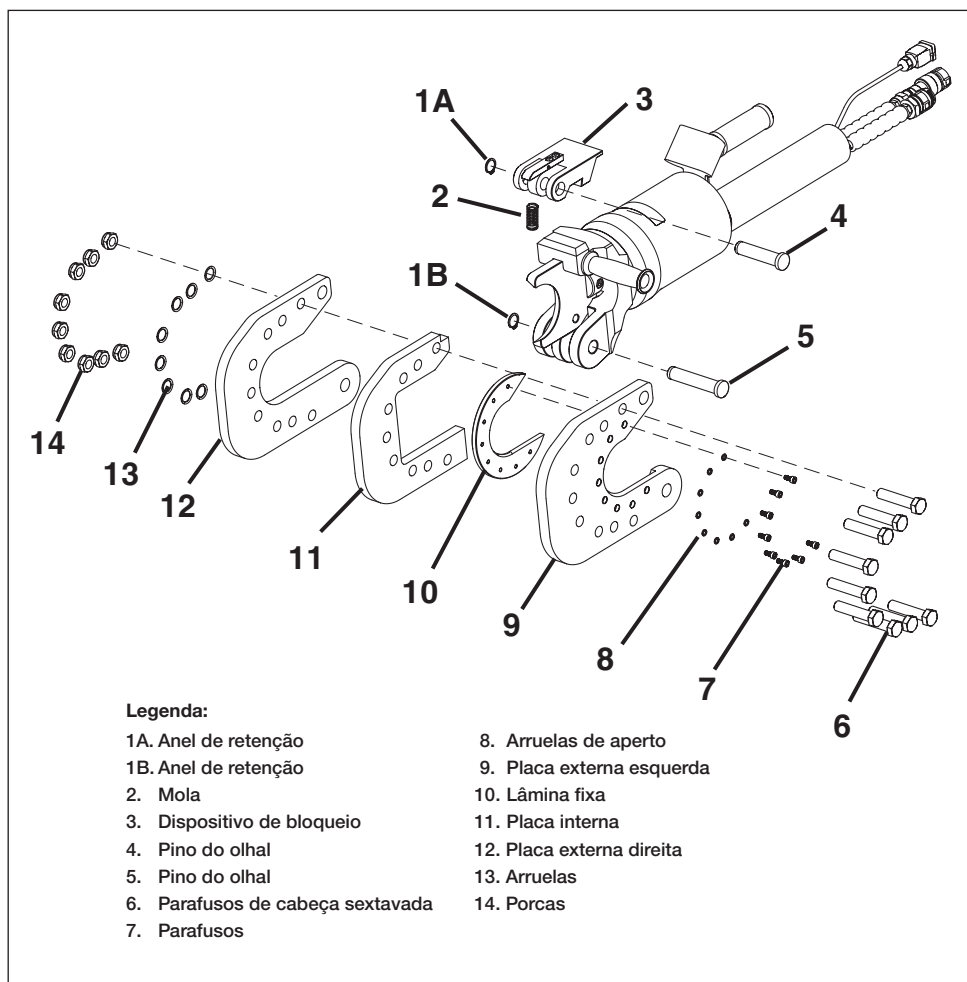

Figura 12, substituição da lâmina fixa (modelo EWCH90 mostrado, EWCH140 semelhante)
Troque a lâmina fixa conforme descrito nos passos seguintes. Veja a Figura 12.
6. Remova o anel de retenção (Figura 12, item 1B). Remova o pino do olhal (Figura 12, item 5) e do cabeçote de corte (Figura 12, itens 6-14).
7. Para o modelo EWCH90, remova os nove parafusos (Figura 12, item 6), arruelas (Figura 12, item 13) e porcas (Figura 12, item 14). Para o modelo EWCH140, remova os seis parafusos de cabeça de soquete, arruelas e porcas.
8. Separe a placa externa do lado esquerdo (Figura 12, item 9), placa interna (Figura 12, item 11) e placa externa do lado direito (Figura 12, item 12).
9. Para o modelo EWCH90, remova os oito parafusos da lâmina fixa (Figura 12, item 7), arruelas (Figura 12, item 8) e remova a lâmina fixa (Figura 12, item 10). Para o modelo EWCH140 remova os sete parafusos de lâmina fixa e arruelas e remova a lâmina.
10. Para o modelo EWCH90, instale a nova lâmina fixa (Figura 12, item 10) na placa externa do lado esquerdo (Figura 12, item 9) com os oito parafusos de lâmina fixa (Figura 12, item 7) e as arruelas de travamento (Figura 12, item 8) e dê torque a 10 Nm [91 in-lb]. Também aplique Loctite 243 ou equivalente.
11. Para o modelo EWCH140, instale a nova lâmina fixa (Figura 12, item 10) na placa externa do lado esquerdo (Figura 12, item 9) com os sete parafusos de lâmina fixa (Figura 12, item 7) e as arruelas de travamento (Figura 12, item 8) e dê torque a 25 Nm [18 ft-lb]. Também aplique Loctite 243 ou equivalente.
12. Monte a placa externa do lado esquerdo (Figura 12, item 9), placa interna (Figura 12, item 11) e a placa externa do lado direito (Figura 12, item 12) usando os nove parafusos (Figura 12, item 6), arruelas (Figura 12, item 13) e porcas (Figura 12, item 14) para o modelo EWCH90 e seis parafusos de soquete, arruelas e porcas para o modelo EWCH140. Aplique torque a 211 Nm [155 ft-lb]. Também aplique Loctite 243 ou equivalente.
13. Anexe a cabeça de corte (Figura 12, itens 6-14) ao corpo da ferramenta usando o pino do olhal (Figura 12, item 5) e anel de retenção (Figura 12, item 1B).